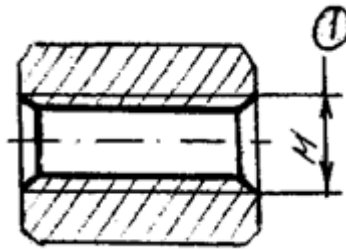

Рис. 47
**Вопрос 79.** Для операции, выполняемой на резьбо-фрезерном станке назвать наименование операции (Рис.47).